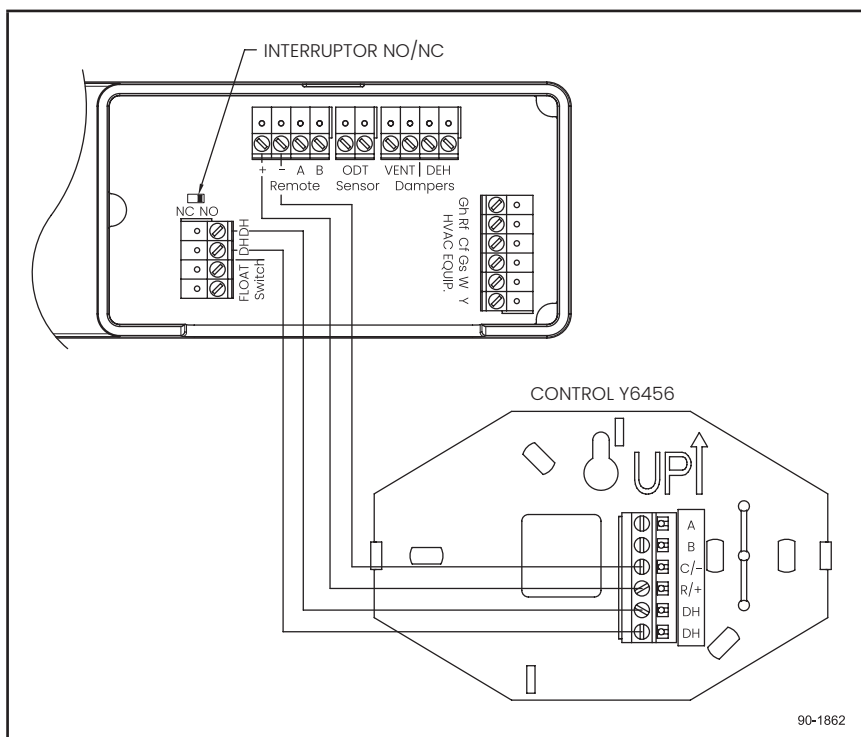

Figura 22. Cableado del control externo Y6456
El Y6456 utiliza un relé de contacto seco normalmente abierto (NO) (no un triodo para corriente alterna ni otro semiconductor) para completar el circuito entre los terminales DH del control del deshumidificador. Si se utilizan otros controles, como un termostato con salidas de deshumidificación, asegúrese de que la salida sea de contacto seco y ajuste el interruptor NO/NC en el control del deshumidificador (ver la **Figura 22**) para que se corresponda con el control que esté utilizando.